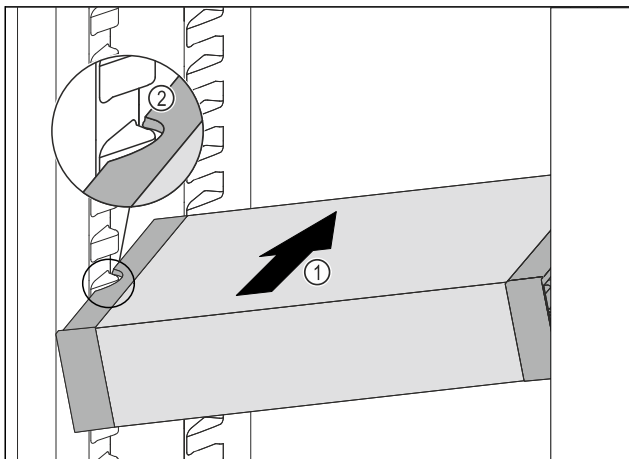

Fig. 37
- ▶ Вставити VarioSafe під кутом в охолоджувальне відділення Fig. 37 (1), доки бокові поглиблення Fig. 37 (2) VarioSafe не будуть на рівні ребра для резервуара в охолоджувальному відділенні.